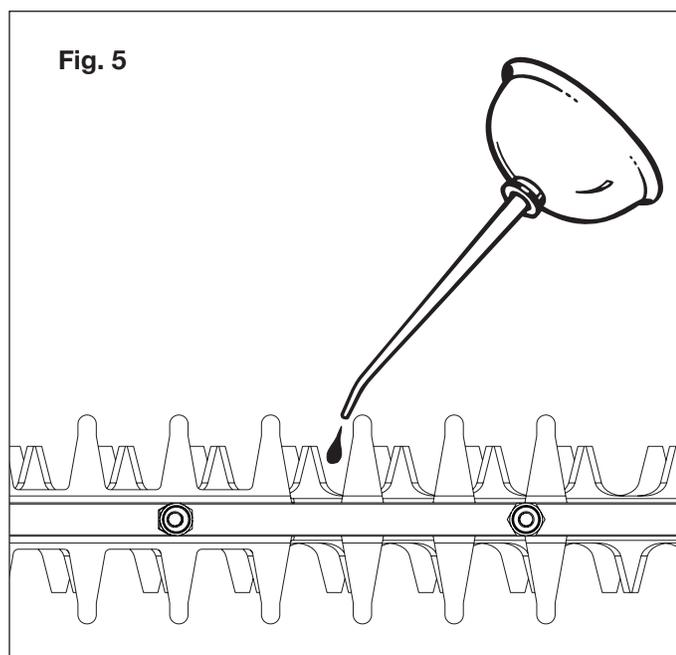

Fig. 5
2. Coloque la bordeadora de arbustos en una superficie plana. Aplique aceite para máquinas ligeras a lo largo del borde de la cuchilla superior (Fig. 5). Si estará usando la bordeadora de arbustos por un periodo prolongado, se recomienda detener el trabajo de forma intermitente para re-aceitar la cuchilla.